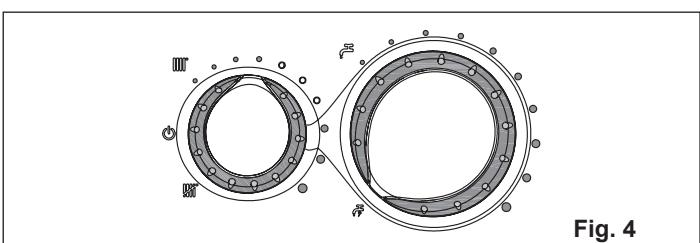

Fig. 4
- 4 调节室内温控所需要的温度 (Fig.4)
卫生热水预热功能 (快速热水功能) (Fig.4)